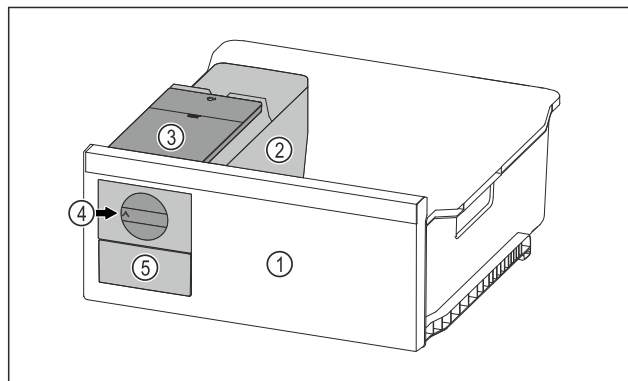

Fig. 179 Példaként szolgáló ábrázolás
- A forgógombot Fig. 179 (4) ütközésig forgassa el az óra járásával egyező irányban.
- A jégkockák a jégkockatartóból a jégkockafiókba Fig. 179 (5) hullanak.